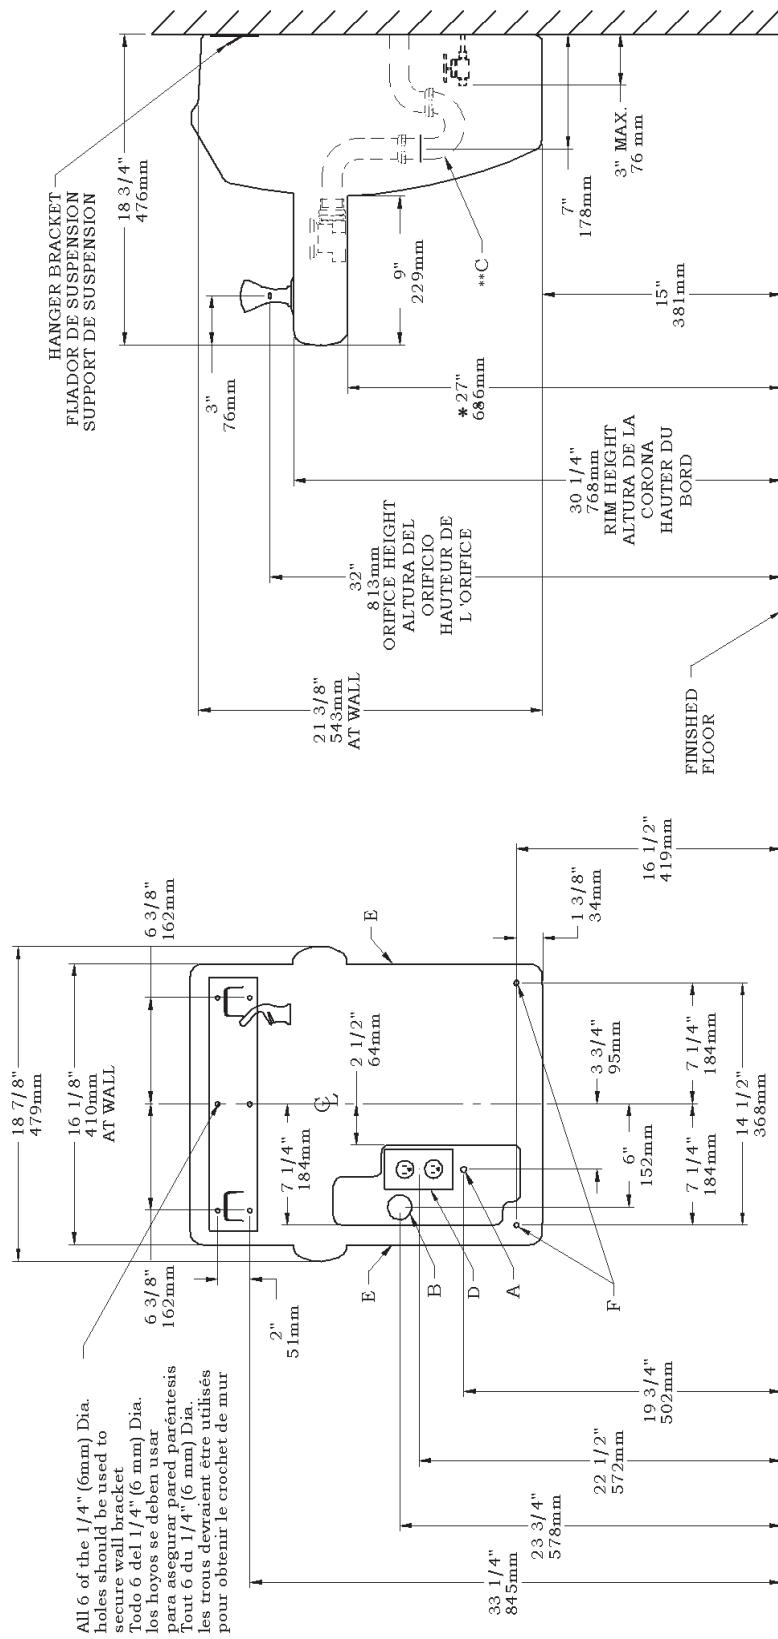

Fig. 2
- 1) Remove hanger bracket fastened to back of each cooler by removing one (1) screw.
- 2) Mount the hanger brackets as shown in Fig. 2 & Fig 3.
- NOTE:** Hanger Bracket MUST be supported securely. Add fixture support carrier if wall will not provide adequate support. Anchor hanger securely to wall using all six (6) 1/4 in. dia. mounting holes.
- 1) Quita gancho paréntesis abrochó para apoyar de más fresco quitando uno (1) tornillo.
- 2) Monta el paréntesis de gancho como mostrado en la Fig 2. & Fig 3.
- 1) Enlève le crochet de cintre a attaché pour soutenir de plus frais en enlevant celui (1) la vis.
- 2) Monter le crochet de cintre selon la Figure 2 & 3.